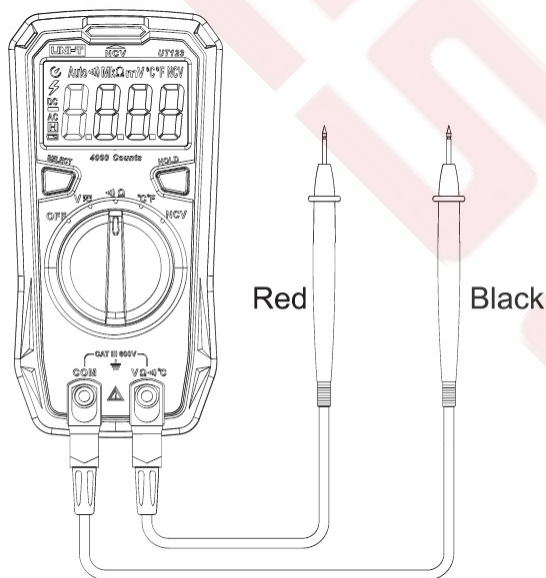

Рисунок 1
4.1 Измерение переменного/постоянного напряжения (Рисунок 1)
4.2 Измерение сопротивления (Рисунок 1)
4.3 Измерение проводимости (Рисунок 1)